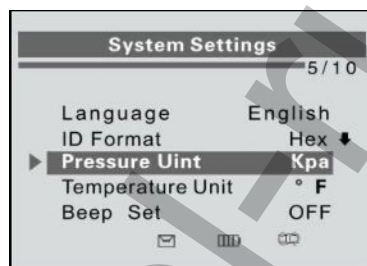

Рисунок 2-6
1) В окне **System Settings** [Параметры системы] с помощью **кнопок прокрутки вверх/вниз** выберите пункт **Pressure Unit** [Единица измерения давления], а затем нажмите кнопку **Y**. См. рисунок 2-6.